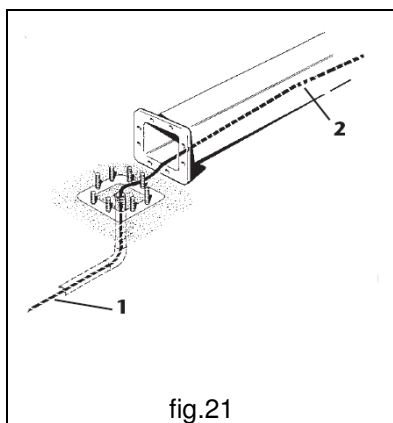

fig.21
- a. Nel caso di cavo **1** che fuoriesce dal tubo predisposto nel plinto, inserire direttamente il cavo all'interno della colonna fino a raggiungere il foro **2** posto alla sommità della colonna (fig.21)